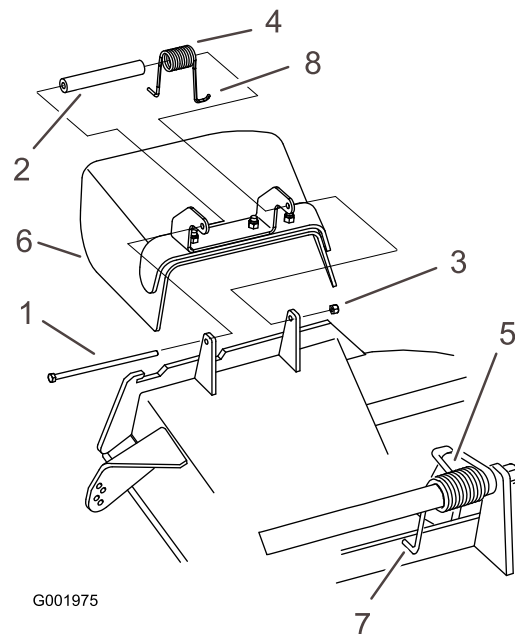

Figura 60
1. Retire la contratuerca, el perno, el muelle y el espaciador que sujetan el deflector a los soportes de pivote (Figura 60). Retire el deflector de hierba dañado o desgastado.
Nota: Asegúrese de colocar un extremo en J del muelle detrás del reborde de la carcasa antes de instalar el perno, según se muestra en Figura 60.
3. Instale el perno y la tuerca. Coloque el extremo en J del muelle alrededor del deflector de hierba (Figura 60).